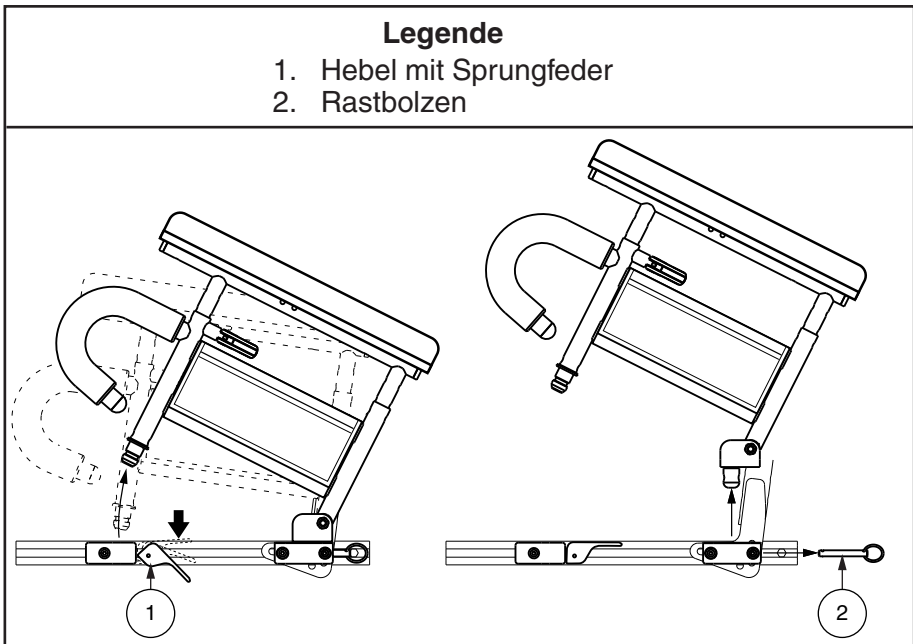

Abbildung 11. Entfernung und Anbringung einer Armlehne mit zwei Stützen
Die Höhe der Zwei-Stangen-Armlehne lässt sich im Bereich von 22,86-33,02 cm (9-13 Zoll) in Schritten von 2,54 cm (1 Zoll) einstellen. Diese Höhe wird vom obersten Punkt der Sitzschiene bis zum obersten Punkt der Armauflage gemessen. Sie können die Armlehnen für den Transfer auch hochklappen oder sie komplett entfernen. **Siehe Abbildung 11.**
1. Drücken Sie den mit einer Sprungfeder ausgestatteten Hebel nach unten und ziehen Sie den vorderen Teil der Armlehne nach oben. **Siehe Abbildung 11.**
2. Entfernen Sie den Rastbolzen am Ende des Sitzes. **Siehe Abbildung 11.**
1. Stecken Sie das hintere Ende der Armlehne in die dafür vorgesehene hintere Sitzhalterung und bringen Sie den Rastbolzen an. **Siehe Abbildung 11.**
3. Drücken Sie den vorderen Teil der Armlehne in die vordere Sitzhalterung und bringen Sie den mit einer Sprungfeder ausgestatteten Hebel in eine horizontale Position, so dass er einrastet. **Abbildung 11.**